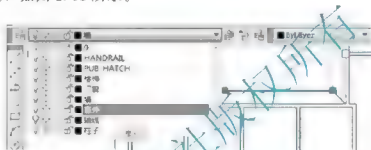

图 2.68 利用图层工具栏换图层
(2) 单击【图层控制】选项窗口右侧的下拉按钮, 选中【室外】图层, 则该图形被换到【室外】图层上, 如图 2.68 所示。